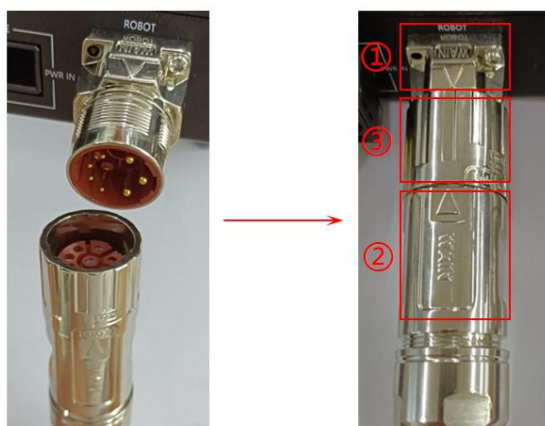

图 78 机械臂电缆连接图
- 如图 78 所示，将机械臂端接插件上的箭头②和控制柜上的【ROBOT 接口】处接插件的箭头①对齐，